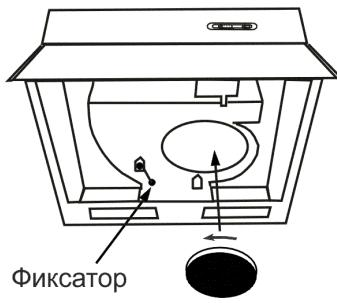

рис. 6
- фиксатор (рис. 6) должен находиться в положении вытяжка (положение "A").
- установите угольный фильтр (рис. 6);
- установите фиксатор в положение “F”-“Фильтрация” (рис. 6).